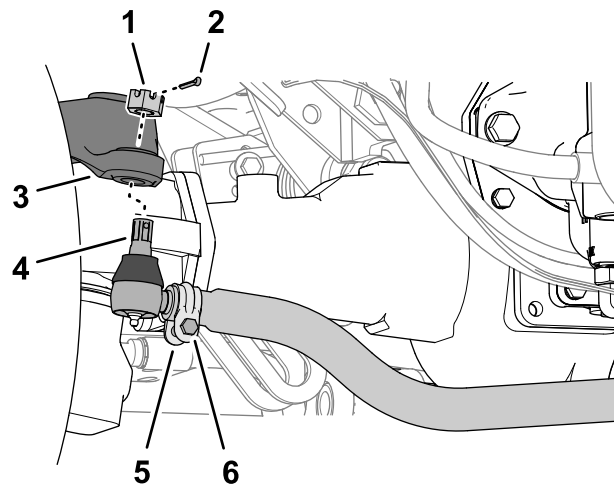

Figura 154
1. În zona osiei spate, îndepărtați cuiul spintecat și piulița canelată de la oricare dintre capetele tijei (Figura 154).
3. Slăbiți clemele de la ambele capete ale tijelor (Figura 154).